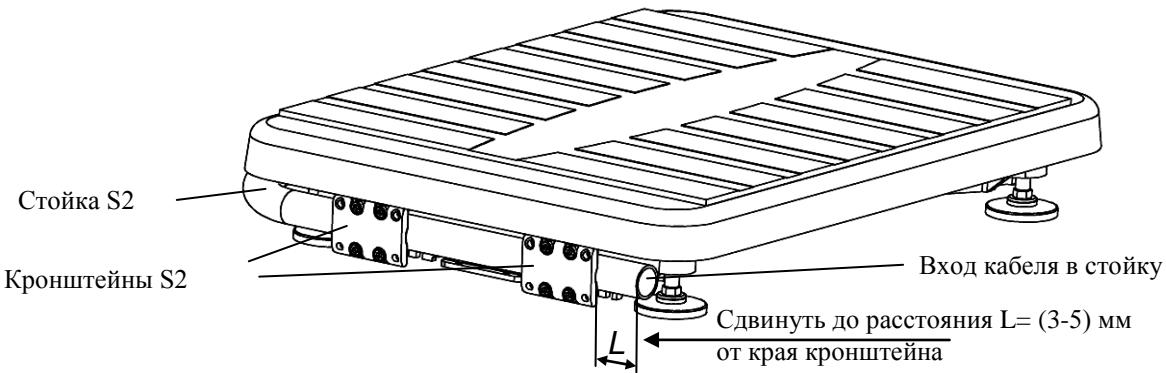

Рис. 7.2 - Крепление круглой вращающейся стойки
- В основании весов сдвинуть стойку в направлении указанном стрелкой (Рис. 7.2), обеспечив расстояние L = (3-5) мм от ее края до края кронштейна.
- Излишек кабеля на входе в стойку (Рис. 7.2) заправить внутрь стойки.